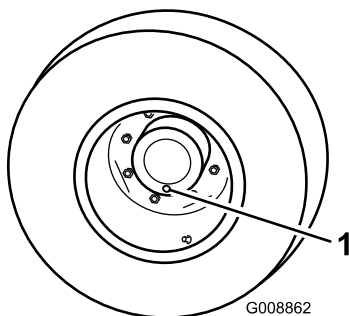

Figure 104
1. Placez la machine sur une surface plane et horizontale et tournez une roue de sorte que l'un des bouchons de contrôle se trouve à la position la plus basse (6 heures) (Figure 104).